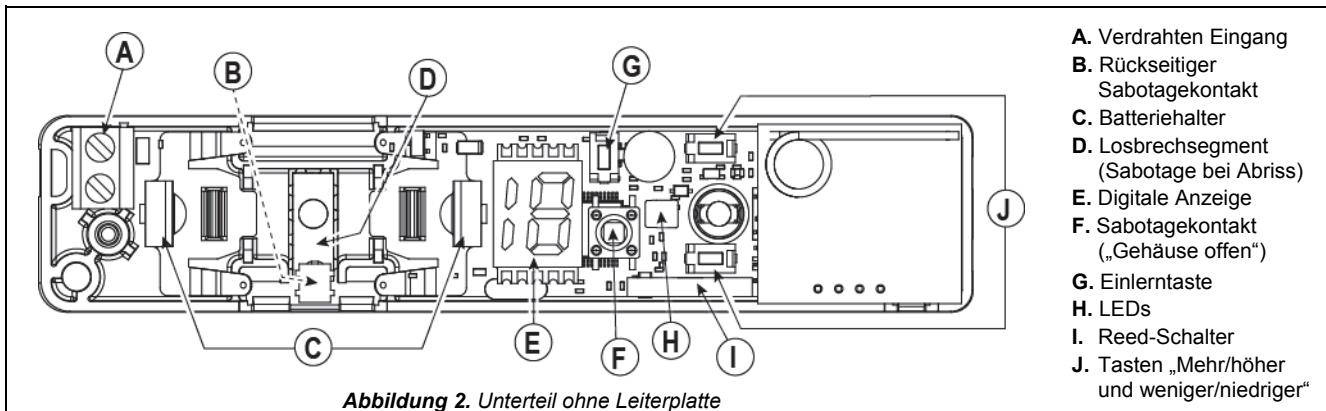

Abbildung 2. Unterteil ohne Leiterplatte
**Achtung!** Unter der Leiterplatte des Gerätes befindet sich der Abriss-Sabotagekontakt (optional). Solange die Leiterplatte fest am Unterteil installiert ist, wird der Hebel gegen ein Losbrechsegment gedrückt (Abbildung 2). **Stellen Sie sicher, dass das Losbrechsegment ordnungsgemäß an der Wand befestigt ist.** Wenn der Melder gewaltsam von der Wand abgerissen wird, bricht dieses Teil aus, wodurch der Sabotagekontakt geöffnet wird.